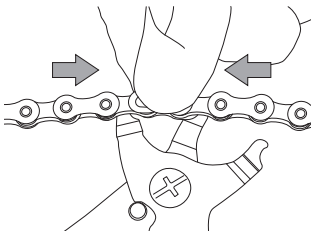

Fig.13
- Comprimez le C-Link™ en poussant des deux côtés (interne et externe) et actionnez simultanément la pince pour approcher les deux axes (Fig. 13).